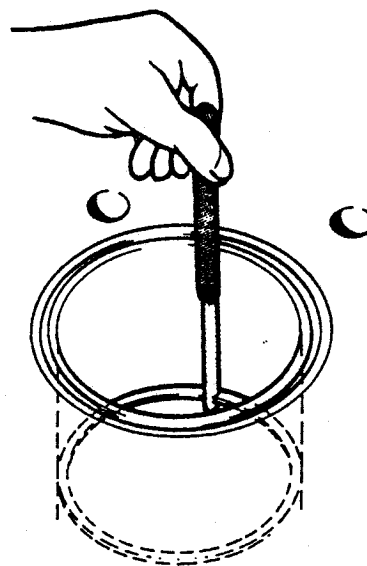

Fig. 41 Contrôle de la coupe de segment
Vérifier la coupe de segment (figure 41). Enfoncer le segment **sous le point mort bas** à l'aide d'un piston. Remplacer le segment si la coupe dépasse 1,0 mm.
7. Vérifier la coupe de segment dans l'alésage (figure 41, page 31), s'assurer que les segments ne grippent pas dans les gorges.